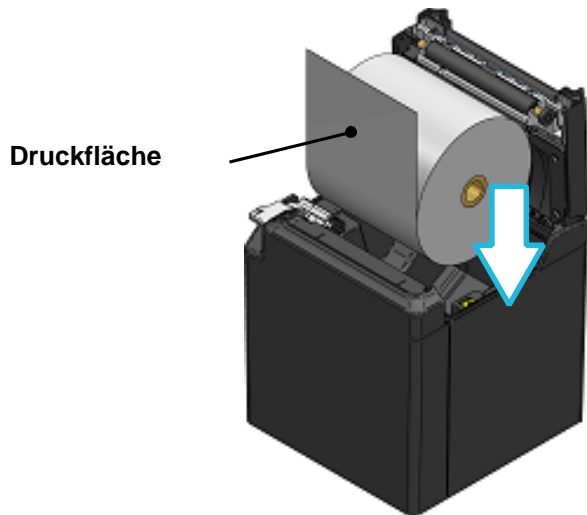

Abbildung 8-3 Ausrichtung des Thermopapiers beim Einsetzen (Ausgabe oben)
- (2) Entfernen Sie das verklebte Endstück vom Thermopapier.
- (3) Laden Sie das Thermopapier in die Papierhalterung. Achten Sie dabei darauf, dass die Papierrichtung der Abbildung 8-3 und Abbildung 8-4 entspricht.